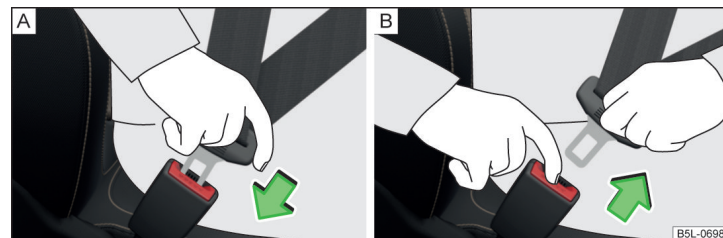

Fig. 19 Bouclage/débouclage des ceintures de sécurité
- › Engagez la languette dans la boucle du siège correspondant » fig. 19 – A jusqu'à ce qu'elle s'enclenche de façon audible.
- › Tenez la languette et appuyez sur le bouton rouge de la boucle » fig. 19 – B, la languette est éjectée.